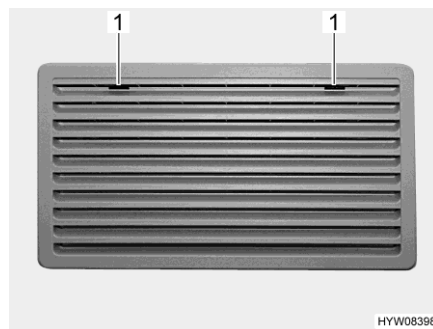
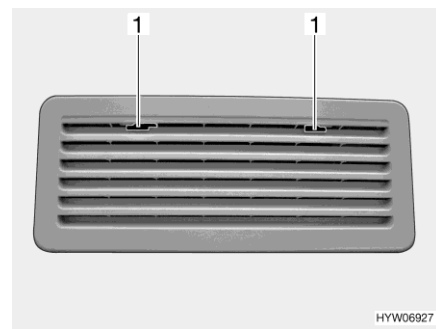

Fig. 146 Griglia di aerazione del frigorifero (Thetford grande)
Fig. 147 Griglia di aerazione del frigorifero (Thetford piccolo)
- Spingere verso il centro l'arresto (Fig. 146,1 o Fig. 147,1).